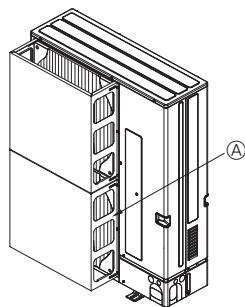

Fig. 2-4
- ② Si la unidad está situada en un lugar expuesto a vientos fuertes como huracanes, etc. que puedan entrar en la salida de aire, coloque una guía opcional de aire. (Fig. 2-4)